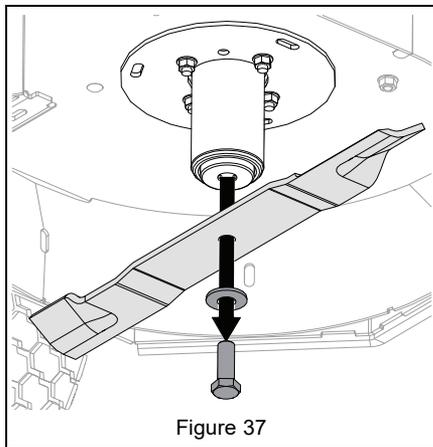

Figure 37
2. Débrancher les câbles de bougies. Voir Figure 37.
Voir Figure 37.